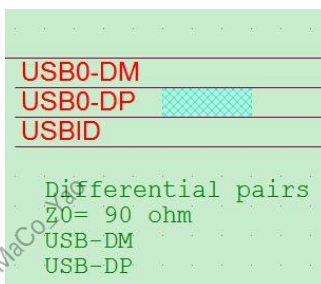

图 2-34 USB 走线阻抗要求
- 需在原理图中标注清楚 USB 信号线的走线阻抗要求，以便 PCB layout 设计，如图 2-34 所示：